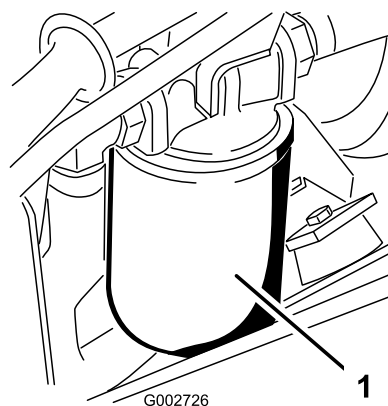

图 41
3. 在位于机器左侧的液压油滤芯下方放置一个放油盘图 41。